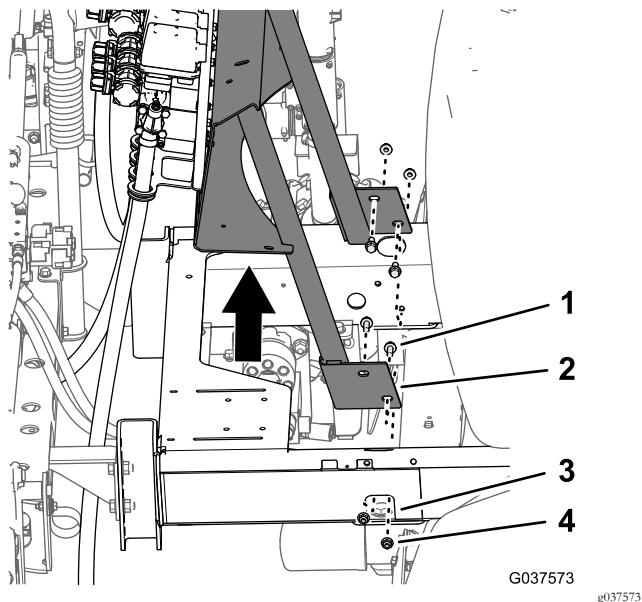

Figura 45
- Mentre sostenete il supporto delle valvole, rimuovete i 4 bulloni a testa flangiata (3/8 x 1 poll.) e 4 dadi di bloccaggio flangiati (3/8 poll.) che fissano il supporto delle valvole al telaio della macchina (Figura 45).
- Rimuovete il supporto delle valvole, le valvole e i flessibili di sezione delle barre dalla macchina (Figura 45).